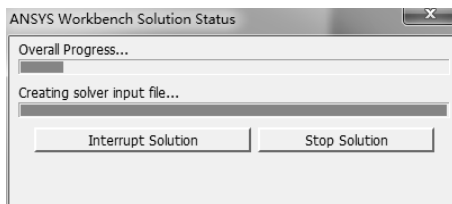

图 7-65 求解进度条
- 1) 单击工具栏上的【Solve】按钮  Solve ▾，启动求解，系统弹出进度条，表示正在求解。求解完成后进度条自动消失，如图 7-65 所示。